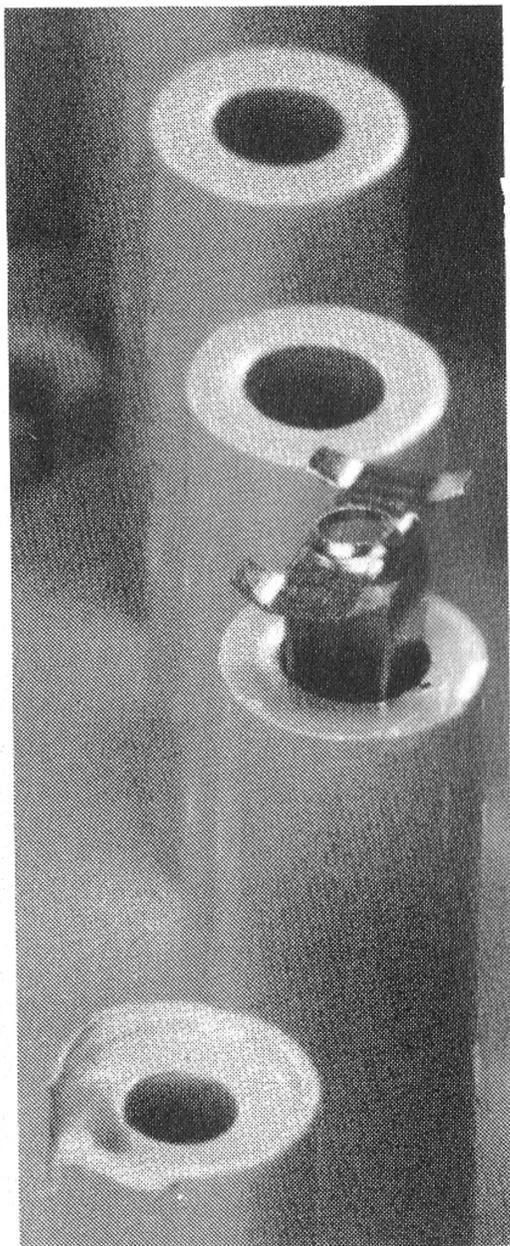

Abb. 4
4. In jede Federhülse eine Kontaktfeder einsetzen (Abb. 4).